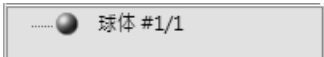

图 2-80 观察复制对象的结构树
4) 观察复制对象“球体#1/1”的结构历史进程，发现该对象与原始球体无任何关联关系，如图 2-80 所示。